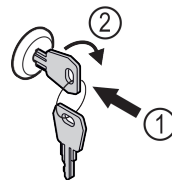

Fig. 194
- ▶ Πιέστε μέσα το κλειδί. Fig. 194 (1)
- ▶ Περιστρέψτε το κλειδί 90° δεξιόστροφα. Fig. 194 (2)